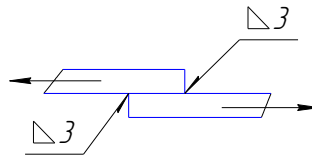

Рис. 6
6. Проверить прочность сварного соединения листов (рис. 6). Дано:  $Q=10^4$  Н – нагрузка,  $L = 200$  мм – длина сварных швов,  $[\sigma] = 100$  МПа – допускаемое напряжение для материала шва.